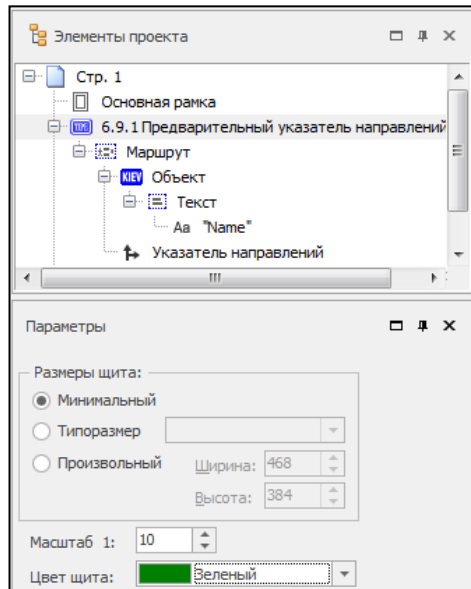

Рис. 6.1
3. Выделите созданный по умолчанию знак в рабочем окне либо в окне **Элементы проекта** (рис. 6.1) и назначьте знаку следующие параметры: размер щита – минимальный; масштаб 1:20; цвет щита – зеленый.